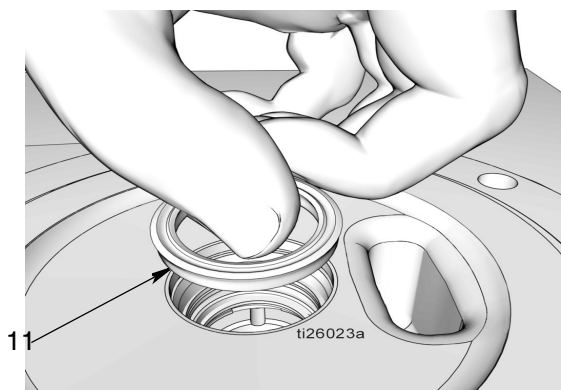

FIG. 37
- h. Installare la tenuta (11), con i labbri rivolti verso l'alto come mostrato in FIG. 37.